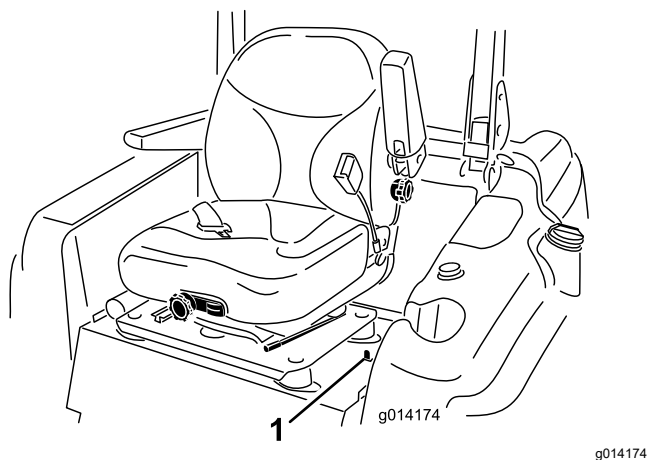

图 17
1. 向后移动位于座椅左手侧的座椅门锁可打开座椅锁定然后向前拉动座椅顶部图 17。